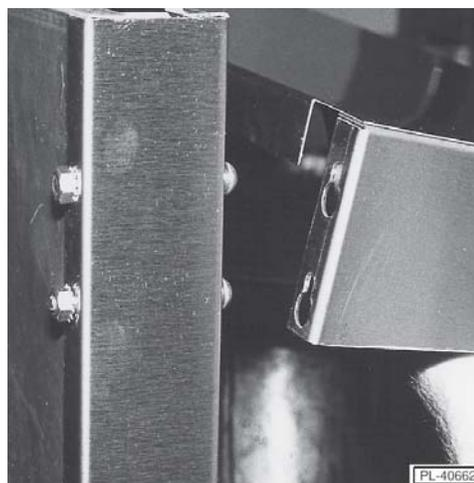

Fig. 14
8. Lever la tablette pour l'accrocher aux têtes de vis (Fig. 14).